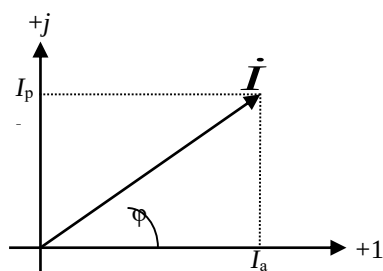

Рис.1
комплексной плоскости. Рис. 1 иллюстрирует связь параметров комплекса (3) с координатами вектора. Знаками ± 1 отмечена ось действительных значений комплекса, $\pm j$ - мнимых значений. Положительный отсчет угла ведется против часовой стрелки.